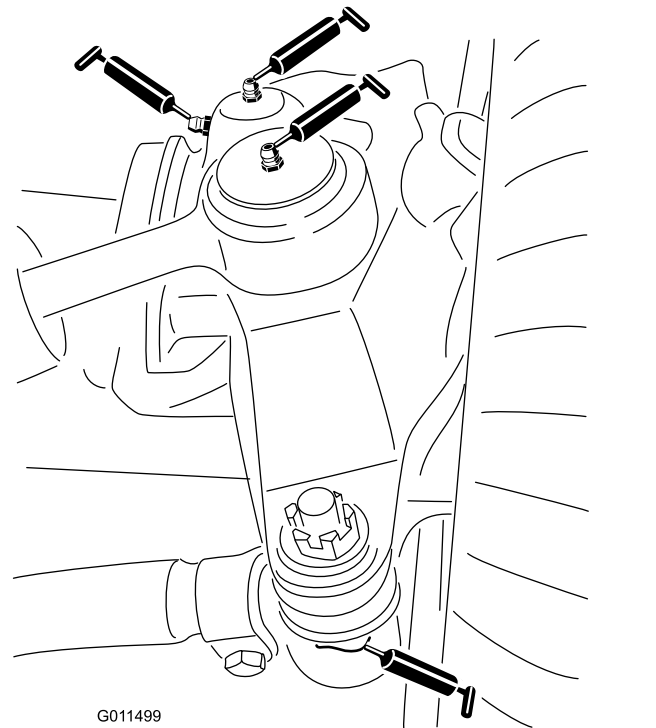

Bild 63
- Zwei Lenkzylinder-Kugelgelenke (Bild 63)
- Zwei Spurstangen-Kugelgelenke (Bild 63)
- Zwei Achsschenkelbüchsen (Bild 63).